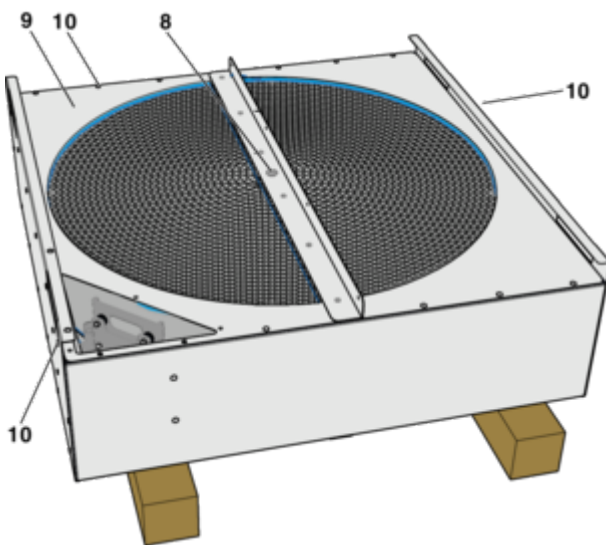

Abb. 62: RWT
- 6** ▶ Mittelschraube (Abb. 62 /8) lösen (eingeklebt mit Schraubensicherung).
- Blech (Abb. 62 /9) demontieren. Dazu die Schrauben (Abb. 62 /10) lösen und das Blech abnehmen.